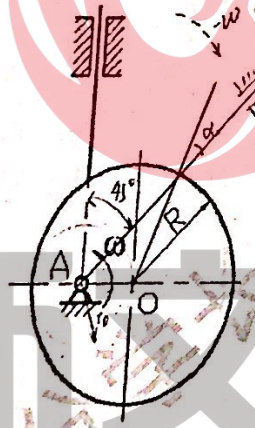

图 1
③ 当以曲柄 AB 为原动件时, 该机构无死点.
- 六. 试在图 1 上标出凸轮的基圆半径  $r_0$ . 当凸轮从图示位置转过  $45^\circ$  时, 标出凸轮机构的压力角  $\alpha$ . (6 分)